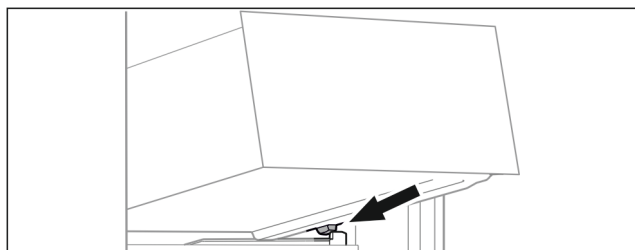

Fig. 59
- Placer le tiroir, en l'inclinant, derrière les butées sur la nervure de récipient. (voir Fig. 59)